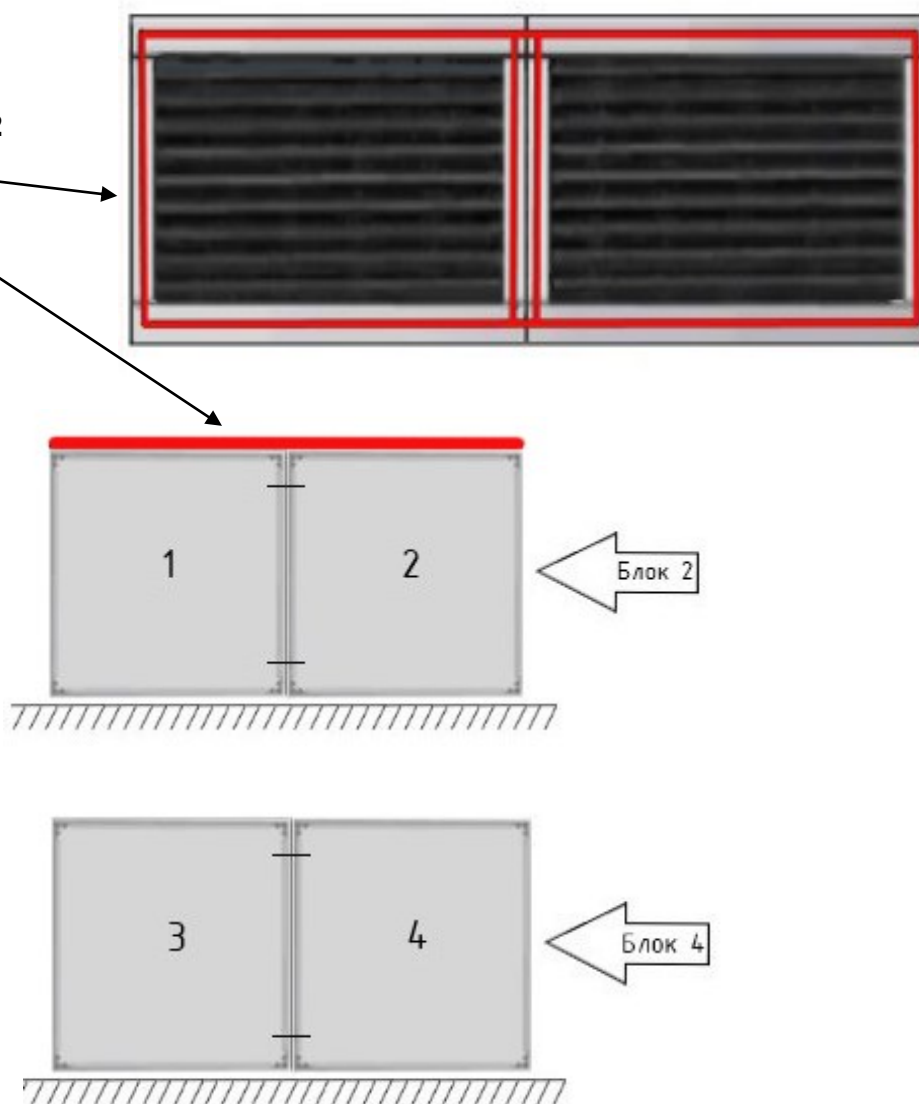

Рисунок 9 – Схемы соединения блоков 1 и 2 и блоков 3 и 4
2.2.2 Соедините между собой блоки 1 и 2, блоки 3 и 4, зафиксируйте болтами. Нанесите герметик согласно схеме (рисунок 9).